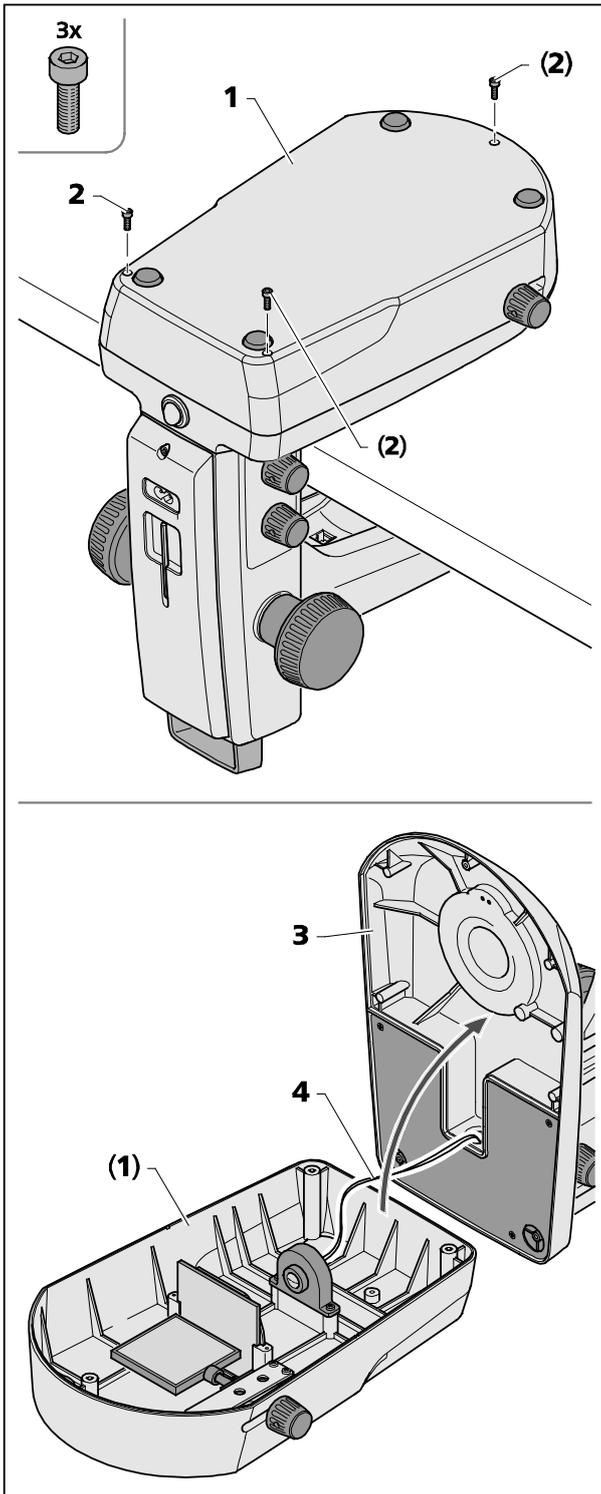

Bild 23 Stativabdeckplatte Stativ K LAB öffnen
Zur Reinigung bzw. Entnahme versehentlich hineingefallener Fremdkörper kann der Durchlichtuntersatz (Bild 23/1) von der Stativabdeckplatte (Bild 23/3) entfernt werden.
- Die drei Schrauben (Bild 23/2) von der Stativabdeckplatte (Bild 23/1) mit Inbusschlüssel SW 2,5 lösen und zur Seite legen.
- Die Stativabdeckplatte (Bild 23/3) vorsichtig vom Durchlichtuntersatz (Bild 23/1) abheben und das Stativ zur Seite legen.
Darauf achten, dass das Kabel (Bild 23/4) nicht vom Durchlichtuntersatz (Bild 23/1) getrennt wird.